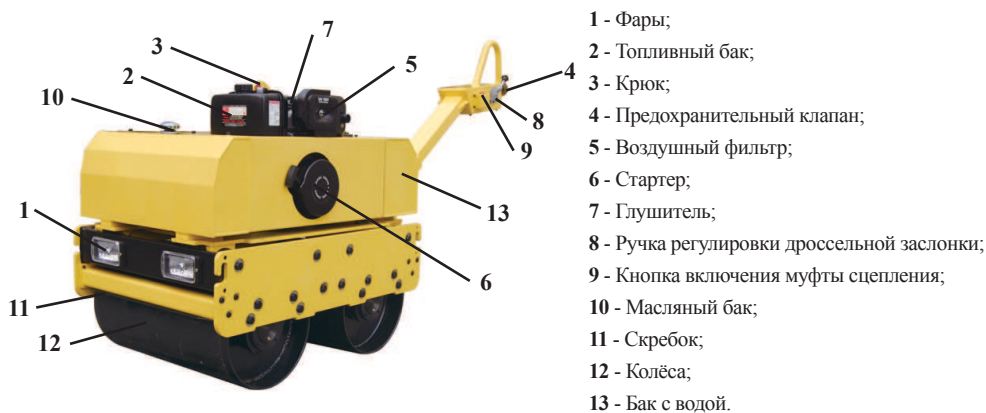

рис.1
4.1 Общий вид катка схематично представлен на рис. 1: